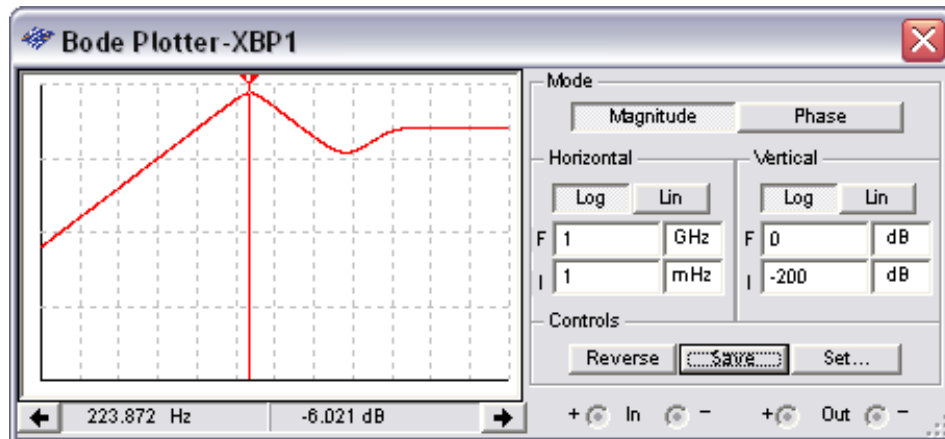

Figure E2-11. Analyseur de Bode montrant une mesure de fréquence centrale
- c. Lancez l'**analyseur de Bode**. Cliquez sur le bouton **Reverse** pour remplacer le fond noir d'affichage des signaux par un fond blanc. La face-avant de votre **analyseur de Bode** devrait être similaire à la Figure E2-11.